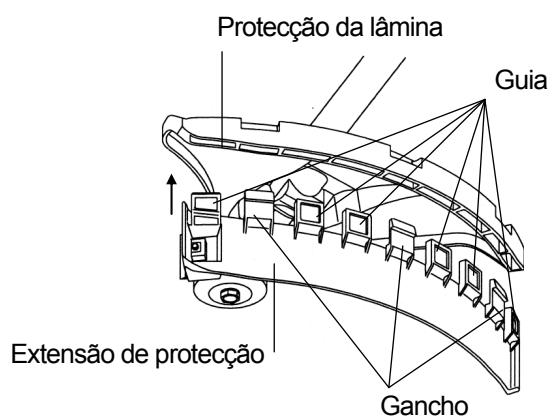
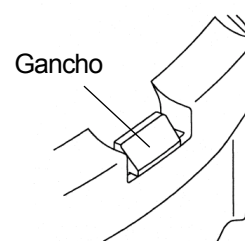

Fig.4
Fig.5
3. Insira a guia na ranhura da protecção da lâmina na Fig. 4. Certifique-se de colocar os três ganchos no sítio da protecção como mostra a Fig. 5.